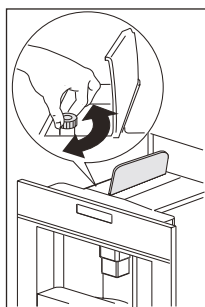

Rys. 25
- ▶ Naciśnij dwukrotnie ikonę ↶ (B6) (Rys. 25), aby wyjść z menu.